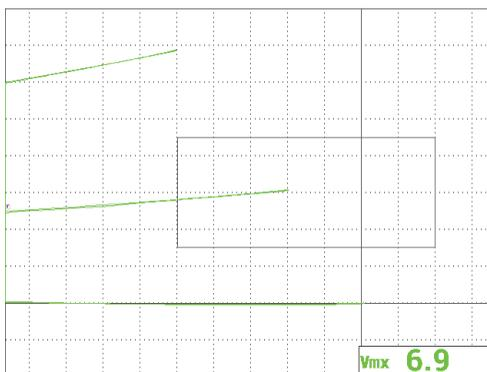

Figura 5-83 Uso de la posición vertical de la señal para aceptar o rechazar la muestra
14. Coloque la sonda en muestras de diferente conductividad y, evalúe las posiciones verticales de las señales para determinar si el resultado de la muestra es aceptado o rechazado (vea la Figura 5-83 en la página 205). La posición vertical o la altura del punto final de la señal representa el valor de conductividad que permite aceptar o rechazar la muestra y la posición horizontal representa el punto de despegue.